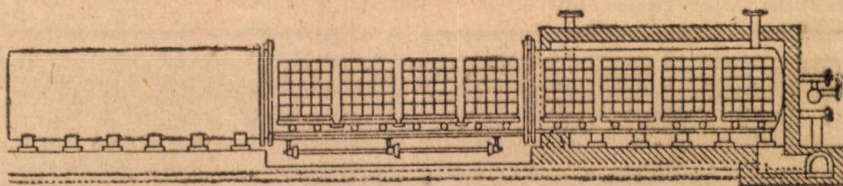

Fig. 1
Nu-și putea închipui anticii cum ar putea exista mișcarea de rotație a pământului fără ca ea să nu dea loc la o veșnică furtună ce ar distruge totul. *Fix*, aceasta era atributul de căpetenie al planetei lor; fix în spațiu și nemișcat față de el însăși. Dar *Copernic*, *Galileu* și cei ce vin după dânsii susțin, aproape cu prețul vieții lor, această mișcare, ce le explică perfect mișcarea cerului dela răsărit la apus, pe lângă alte multe foloase. Efectuându-se exact în 24 ore (ziua civilă), dacă luăm ca punct de reper Soarele sau în 23 ore, 56 min. 4 sec. luând ca punct de reper o stea (ziua siderală)¹⁾ mișcarea zilnică a pământului ne dă ziua și noaptea, orele și minutele și cu ele unitățile cele mai necesare pentru măsurarea timpului (Fig. 1). Pe dealtă parte, silindu-ne a ne învârti veșnic în jurul axului planetei ce ne susține, Soarele, marele maestru și stăpân al sistemului nostru planetar, ne poartă și prin adâncurile veșnic noi ale spațiu-
1) Numim *zi civilă*, timpul scurs pentru că nu același punct de pe glob să revină iar cu fața către Soare și *zi siderală* timpul treburilor pământului pentru ca după o rotire completă un punct de pe glob să aibă în fața lui aceeași stea. (fig. 1)
Fig. 1 arată schematic un cup-tor orizontal (la dreapta) cu aparatul de încălzit (la stânga) și cu căruciorul transbordor (la mijloc). La fiecare încărcare, transbordorul încărcat vine în dreptul cup-torului de distilare, în care se introduce un tren de patru vago-nete, conținând lemnul brut. Pentru descărcarea cup-torului, se deschide ușa acestuia și vagoanele sunt împinse în înăbușitor, peste podul transbordor adus la loc în acest scop.